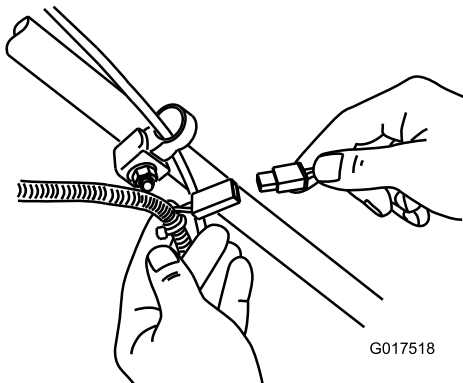

Figura 32
1. Conecte el cargador al arnés de cables situado debajo de la llave de contacto (Figura 32).